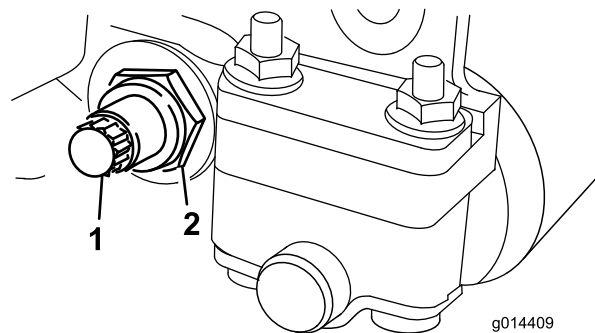

Figure 20
3. De chaque côté de la machine, desserrez le contre-écrou de fixation du boulon de la barre d'appui (Figure 20).
4. Retirez les boulons de la barre d'appui afin de pouvoir abaisser la barre et la déposer du boulon de la machine (Figure 20).